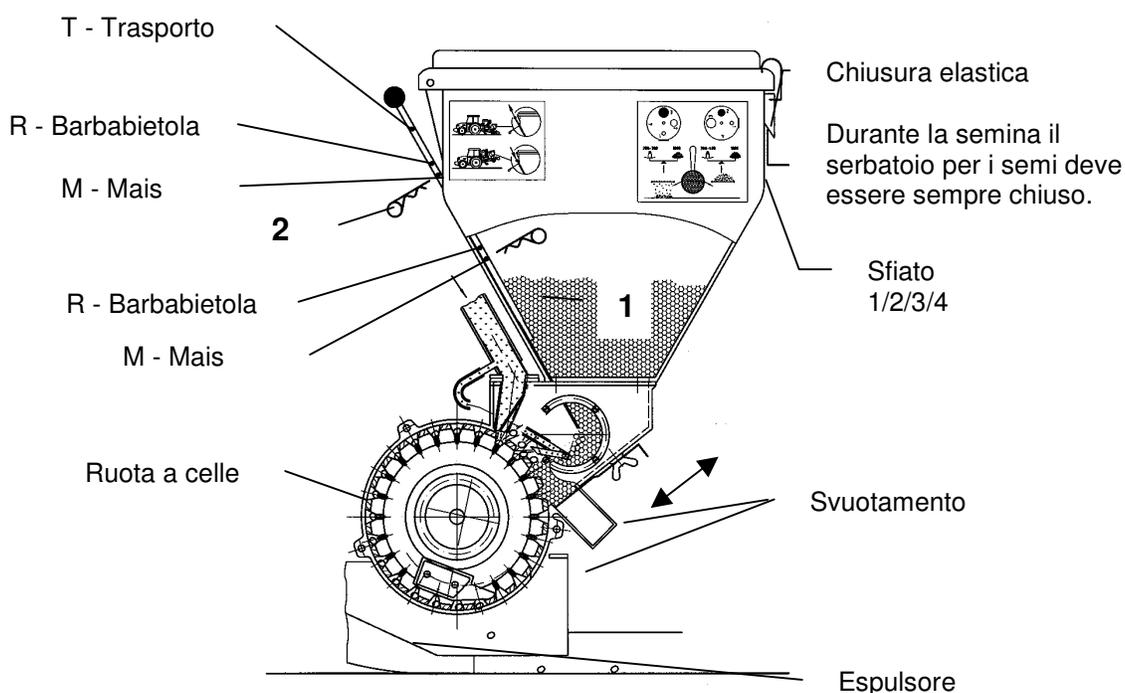

Fig.15
Per la semina della barbabietola inserire l'innesto elastico (1) nel foro superiore (R) del serbatoio per i semi (Fig. 15). Spostare completamente verso l'alto la saracinesca e bloccare l'innesto elastico (2) sull'esterno del serbatoio per i semi.
Per la semina del mais inserire l'innesto elastico (1) nel foro inferiore (M) del serbatoio per i semi (Fig. 15). Spostare completamente verso l'alto la saracinesca e bloccare con l'innesto elastico (2) sull'esterno del serbatoio per i semi.
Per rimuovere i residui di semi dal serbatoio, allentare il galletto sulla saracinesca di svuotamento (Fig. 15) e sollevare la saracinesca stessa sino all'arresto. Una volta svuotati i semi residui in un apposito contenitore, richiudere immediatamente la saracinesca di svuotamento spingendola completamente verso il basso e serrare a fondo il galletto.
Per seminare in modo ottimale i semi di differenti tipi e dimensioni, è assolutamente necessario regolare correttamente il dispositivo di sfiato. Tale dispositivo è collocato tra le chiusure superiori del serbatoio per i semi (Fig. 15 pagina 20). Se è noto il valore TKG (peso di mille semi) del tipo di seme utilizzato, è necessario regolare il dispositivo di disaerazione in base alla tabella (Fig. 16).